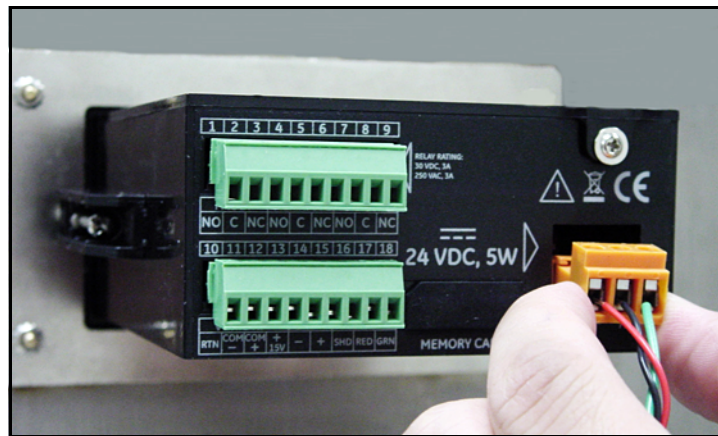

Figure 35: Réinsertion du connecteur d'alimentation CC
4. Réintroduisez le connecteur d'alimentation électrique dans le panneau arrière du **dew.IQ**, comme indiqué *Figure 35* ci-dessous.